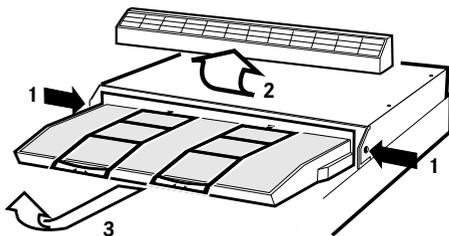

Fig. 9
Tryk låsene ind på begge sider af emhætten (1), og løft fronten fri (2). Træk den derefter ud, og løft filterholderen fri (3) Fig. 9.